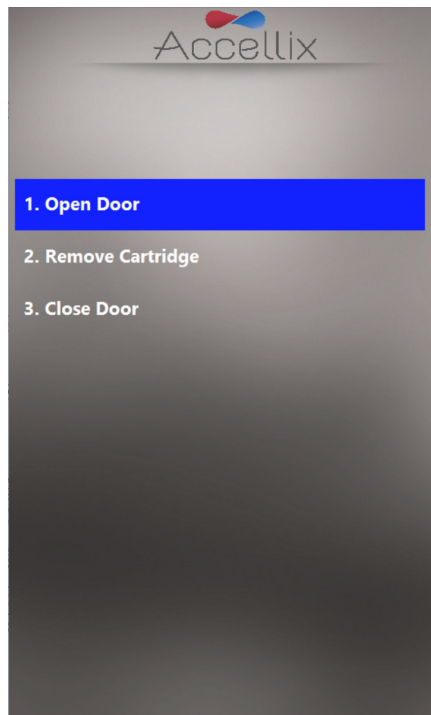

Figure 46 : écran Retirer une cartouche
14. Des consignes à l'écran (Figure 46) invitent l'utilisateur à ouvrir la porte de l'instrument, à retirer la cartouche puis à refermer la porte de l'instrument.